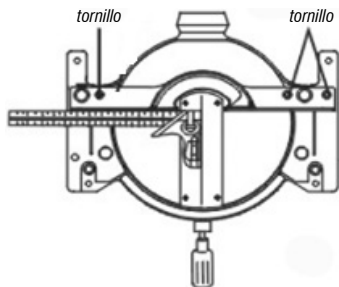

Fig. 11 – Regulación de la escuadra
- Con el auxilio de una escuadra de  $90^\circ$ , verifique si la lámina está en escuadra (fig. 11);
- e. Si la máquina no estuviera en el escuadra, suelte los tornillos de la escuadra (fig. 11) y desplace hasta obtener 90° entre la escuadra y la lámina.